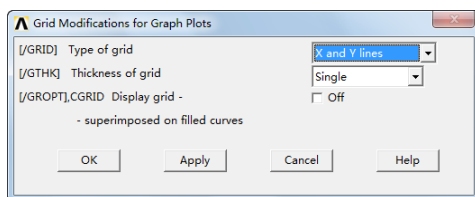

图 12-34 “Grid Modifications for Graph Plots”对话框
⑥设置坐标 1: Utility Menu > PlotCtrls > Style > Graphs > Modify Grid，弹出“Grid Modifications for Graph Plots”对话框，在“[/GRID] Type of grid”后面的下拉列表中选择“X and Y lines”，如图12-34所示，单击“OK”按钮。